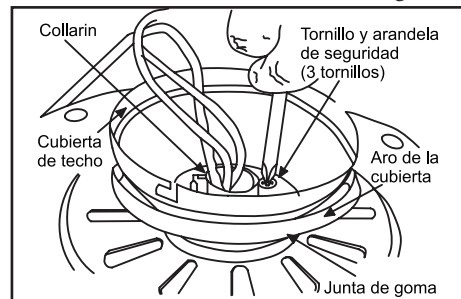

Figura 11
5. Coloca la junta de hule sobre los tres tornillos restantes, pasa los cables que salen de la parte superior del motor del ventilador a través de las aberturas de las ranuras estén hacia arriba) y luego coloca la cubierta del techo sobre el collarín de la parte superior del motor (Figura 11).
6. Alinea los orificios de montaje con los orificios del motor y ajusta, utilizando los tres tornillos y las arandelas de seguridad que se retiraron en el paso 4 (Figura 11).